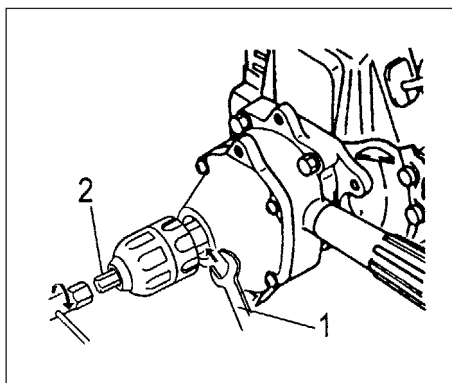

Fig. 2-7C
• Para apertar ou desapertar o porta-brocas sem chave, coloque uma chave de 19mm (1) entre a caixa de transmissão e o porta-brocas para travar o eixo de accionamento. Instale a barra de travamento (2) no porta-brocas, e depois aperte (em sentido do ponteiro do relógio) ou desaperte (contra o sentido dos ponteiros do relógio) a barra (2) com a chave juntamente fornecida. (Fig.2-7C)